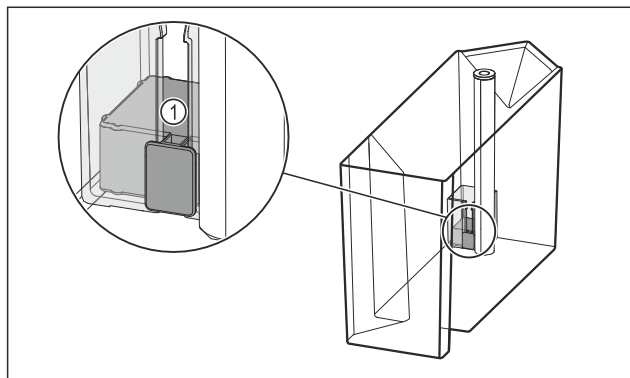

Fig. 115
- Vérifier que le flotteur Fig. 115 (1) n'est pas bloqué.